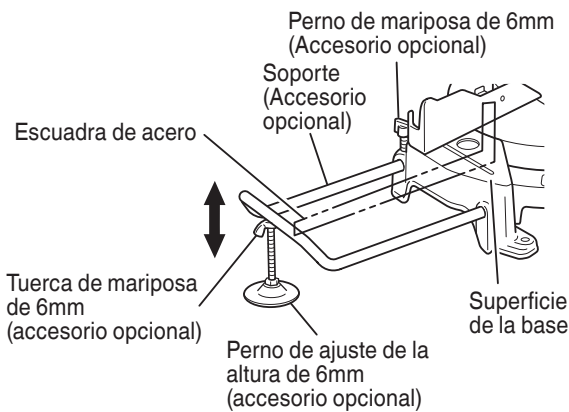

Fig. 10
- (1) Como se indica en la Fig. 10, utilice una escuadra de acero para alinear el borde superior de los soportes con la superficie de la base. Afloje el perno de mariposa de 6mm. Gire el perno de ajuste de altura de 6mm, y ajuste la altura del soporte.
- (2) Después del ajuste, apriete firmemente la tuerca de mariposa y asegure el sujetador con el perno de mariposa de 6mm (accesorio opcional). Si el largo del perno de ajuste de altura de 6mm es insuficiente, coloque debajo una placa delgada. Asegúrese de que el extremo del perno de ajuste de altura de 6mm no sobresalga del sujetador.